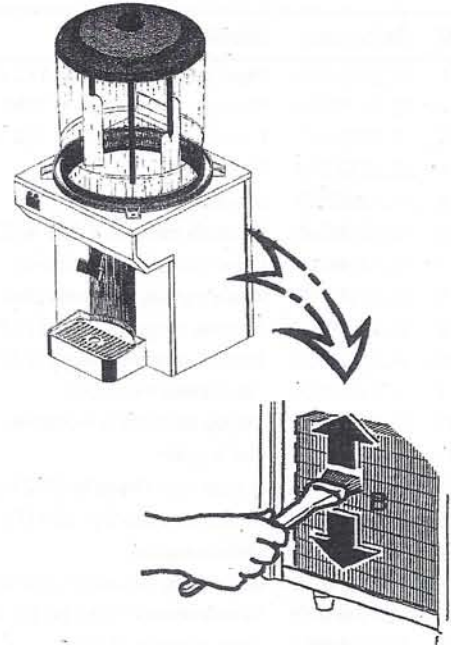

Figure 9
Al finalizar la temporada, o bien si el rendimiento de la máquina bajase, se recomienda la limpieza del condensador de aire de la máquina (ver Fig.9). Para la limpieza del condensador (B), en el modelo de un depósito, quitar el panel lateral derecho, coger un pincel y proceder a la limpieza de las aletas (A) procurando no doblarlas. En los modelos de 2 y 3 depósitos desmontar el panel trasero para acceder al condensador.